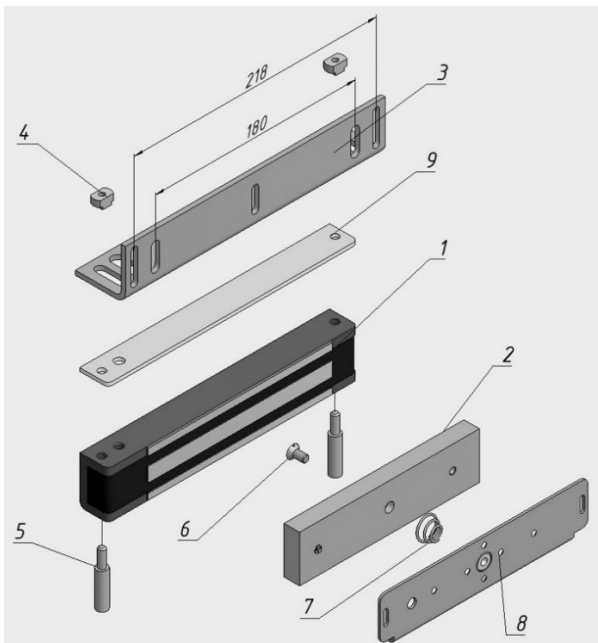

Рисунок 1 – Комплект поставки замка AL-400FP
4.6 Винт крепления якоря (поз.6 рис.1) необходимо затянуть с усилием, достаточным для исключения его отворачивания в процессе эксплуатации. Рекомендуется ставить винт на стопорящий герметик типа «Анатерм» или на нитрокраску НЦ.